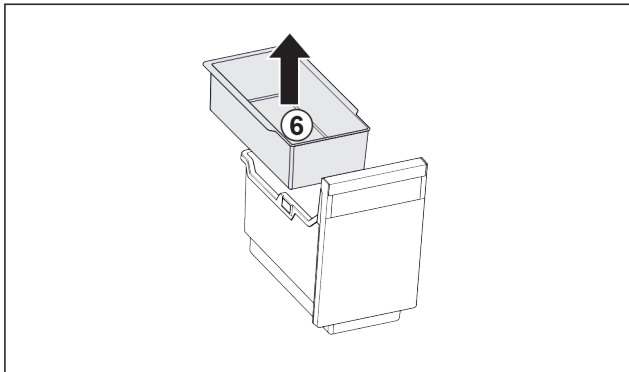

Fig. 101
- ▶ Einhängeschale Fig. 101 (6) entnehmen.